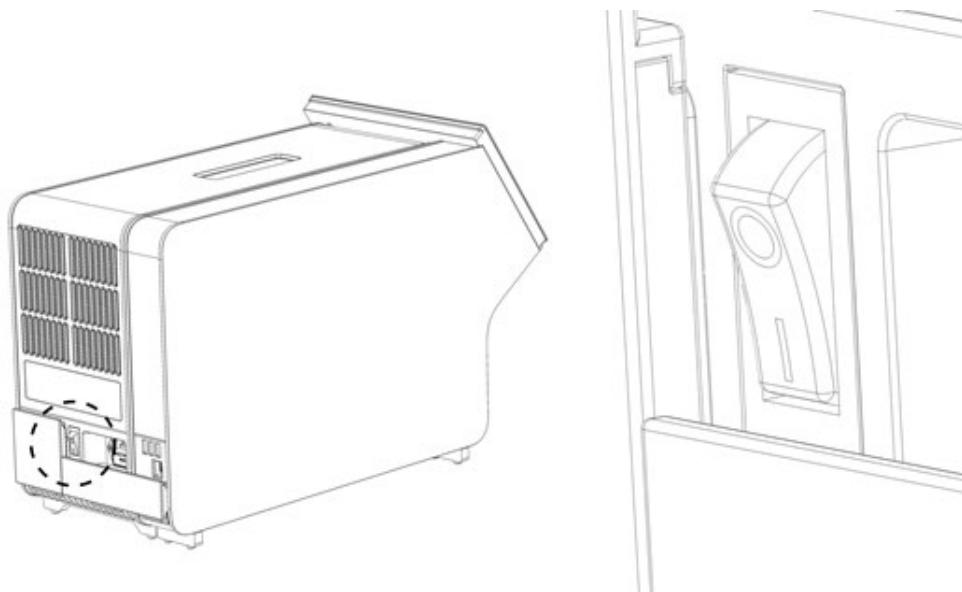

Figure 11. Localisation de l'interrupteur d'alimentation et passage en position « I ».
9. Mettez l'instrument sous tension en plaçant l'interrupteur d'alimentation à l'arrière du module analytique sur la position « I » (figure 11). Vérifiez que les voyants d'état des modules analytique et opérationnel sont bleus.